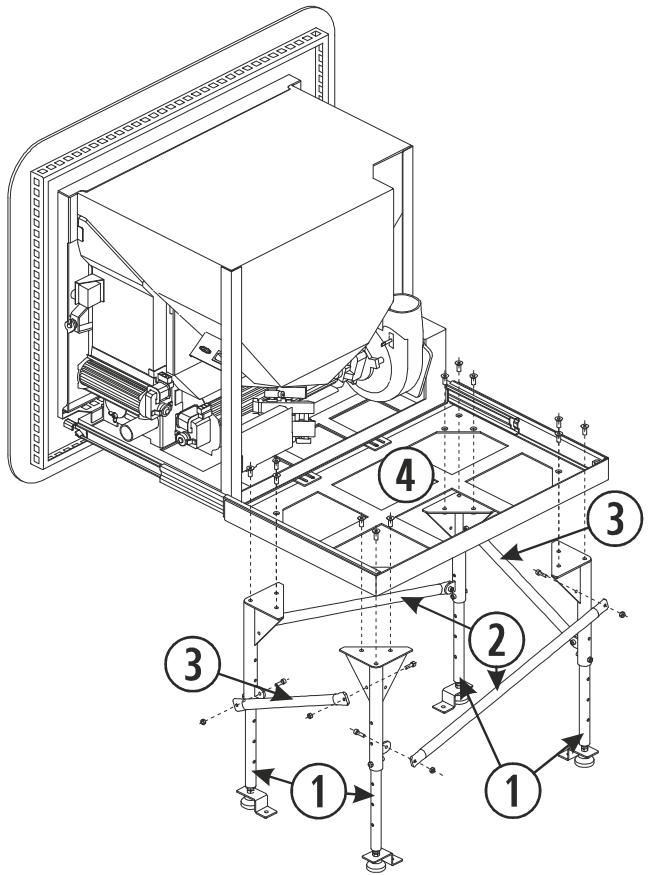

Figura 8
- 4.14.** Unir las 4 patas formando un rectángulo, con los refuerzos laterales y frontales, cómo se indica en la *figura 8*. Abrir las guías de la estufa, de tal forma que podamos acceder a los puntos de anclaje de las patas en la base de la estufa.